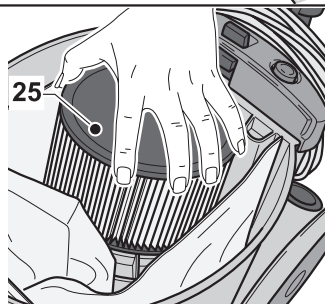

Fig. 14
- Die Filterkartusche (25 Abb. 14) ist in einer entsprechenden Halterung eingepresst. Um sie zu entfernen, muss sie angehoben werden.
- Die Filterkartusche (25 Abb. 14) entfernen, dann den Filter (26 Abb. 16) herausnehmen und mit einem Luftstrahl reinigen. Der Filter kann auch mit lauwarmem Wasser gewaschen werden. Erst wieder montieren, wenn er vollständig trocken ist. Sollte er zu sehr verschmutzt sein, diesen austauschen.